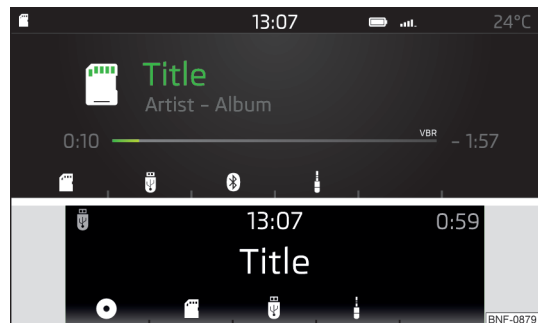

Fig. 105
- Per la **selezione della sorgente audio nel menu principale Media** premere il tasto **MEDIA** e selezionare la sorgente desiderata tramite i tasti funzione » fig. 105.